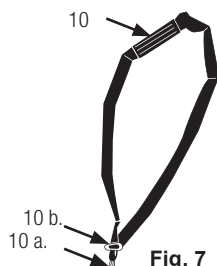

Fig. 7
1. Posizionare l'imbracatura (10) in modo che passi sopra la spalla sinistra, attraversando il petto e la schiena. Il clip di fissaggio (10a) deve trovarsi all'altezza dell'anca destra. Il gancio rapido (10b) deve essere nella parte anteriore (Fig. 7).